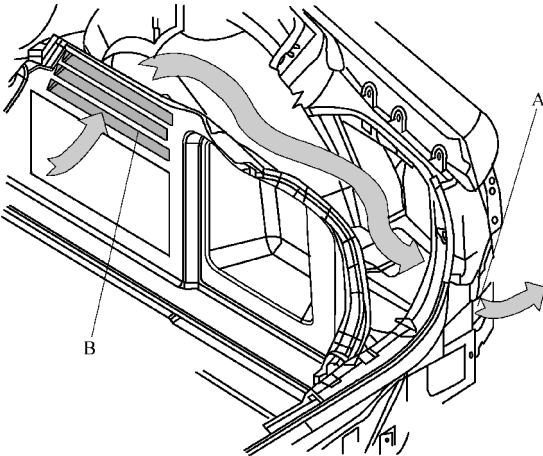

图 8-3-9 检查从左右排气口 B 到行李箱中两个排气口外框 A 的空气通道的流通性
(2) 如图 8-3-9 所示, 检查从左右排气口 B 到行李箱中两个排气口外框 A 的空气通道的流通性。为